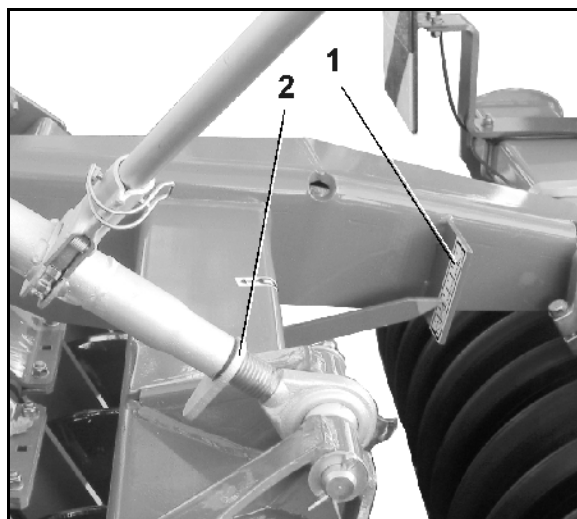

Рис. 25
2. Проконтролируйте установленную рабочую глубину с помощью расположенной на кронштейнах катка с клиновыми кольцами шкалы (Рис. 25/1).
3. Законтрите положение ходового винта с помощью стопорного рычага (Рис. 25/2).